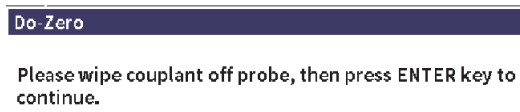

图 11-36 零位补偿对话框
10. 按两下退出键，退出**Transducer Setup**（探头设置）页，并使**Do-Zero**（零位补偿）对话框出现在屏幕上（参见第207页的图 11-36）。